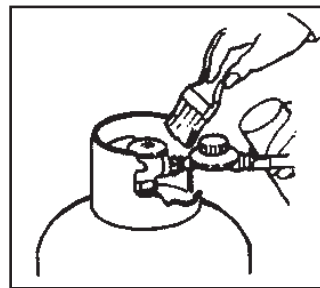

Fig. 4
6. A l'aide d'un pinceau, brosser chaque raccord avec la solution savonneuse. (Fig. 4 & 5)